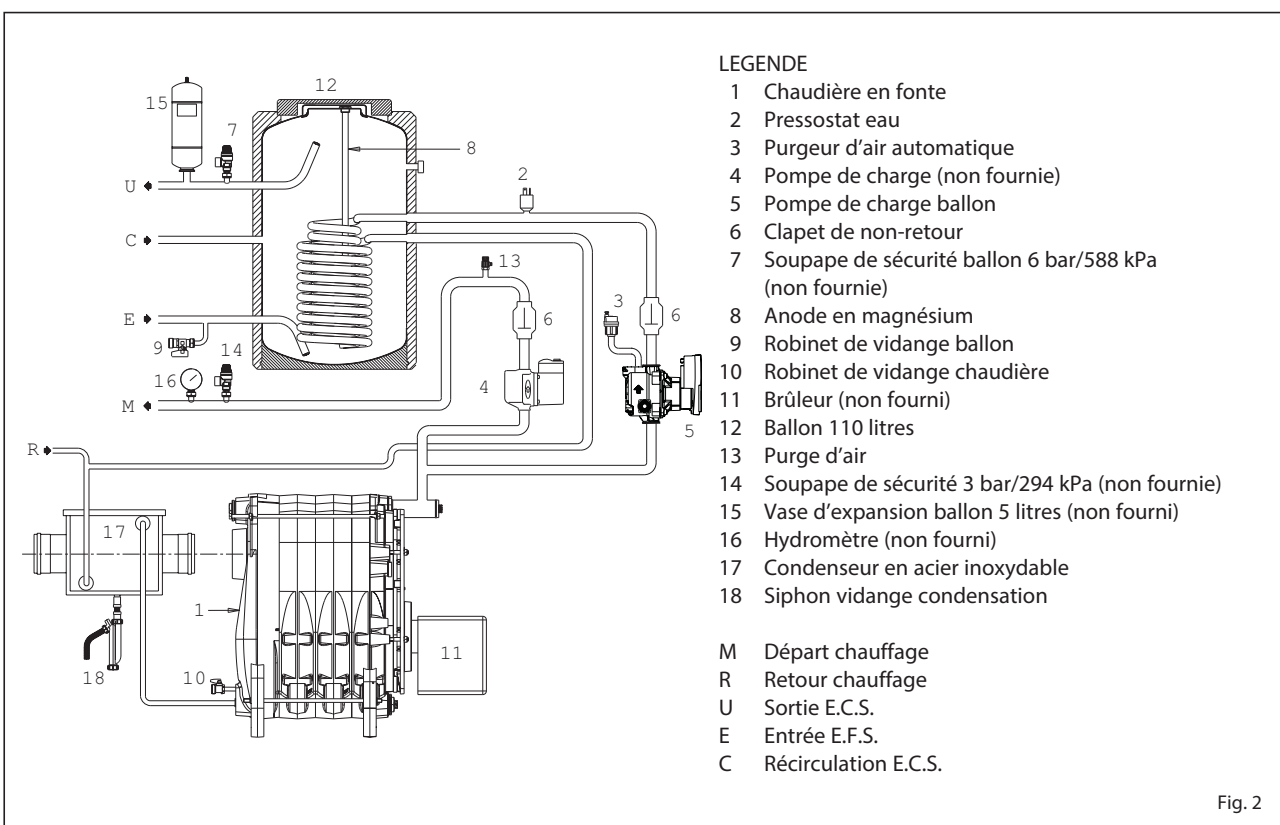

Fig. 2
1.4 CIRCUIT HYDRAULIQUE (fig. 2)
2.3.1 Accessoires recommandés (fig. 2)
Pour faciliter cette opération ouvrir le clapet de non-retour (6 fig. 2) en mettant l'encoche en position horizontale. Remettre la vis dans la